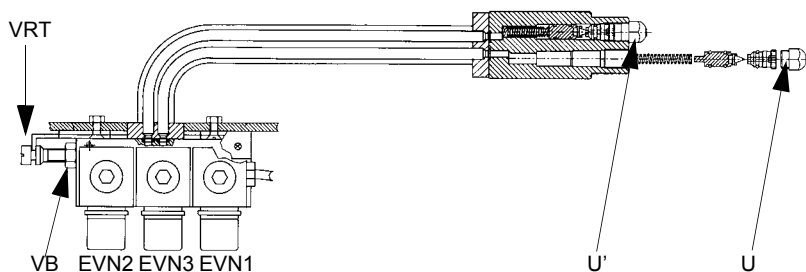
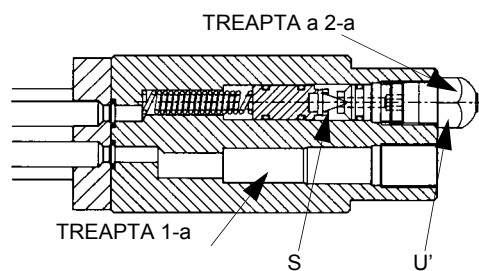

Fig. 7
Fig. 8
- Din motive de reprezentare pe desen pozitia diuzei nu este cea potrivita . Pozitia sa corecta este data in Fig. 7 de la pag.18 .
Referitor la schemele hidraulice de la pag.11 si pag.12 (Fig.7 si Fig.8) si la figura de la pag.16 ;